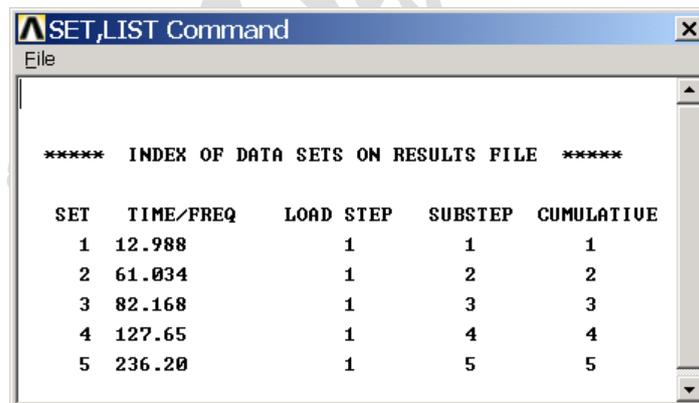

图10.24 模态计算结果
(20) 下面进入后处理。单击 **Main Menu>General Postproc>Results Summary** 菜单，将弹出列表显示模态结果对话框，如图 10.24 所示。